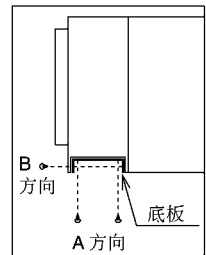

图 4
- 请参阅 [● 从侧面安装过滤网的步骤 (1) 和 (2)]。
- (1) 拆下过滤箱上的底板螺钉 (请参阅下图)。(图 4)